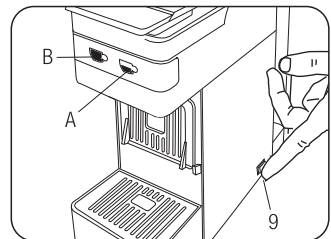

Abb.4
- Schalten Sie das Gerät über den Hauptschalter (9) ein. **(Abb. 4)**
- Die Tasten (A) und (B) beginnen zu blinken. Nach etwa 1 Minute leuchten sie ununterbrochen und die Maschine ist betriebsbereit. **(Abb.4).**